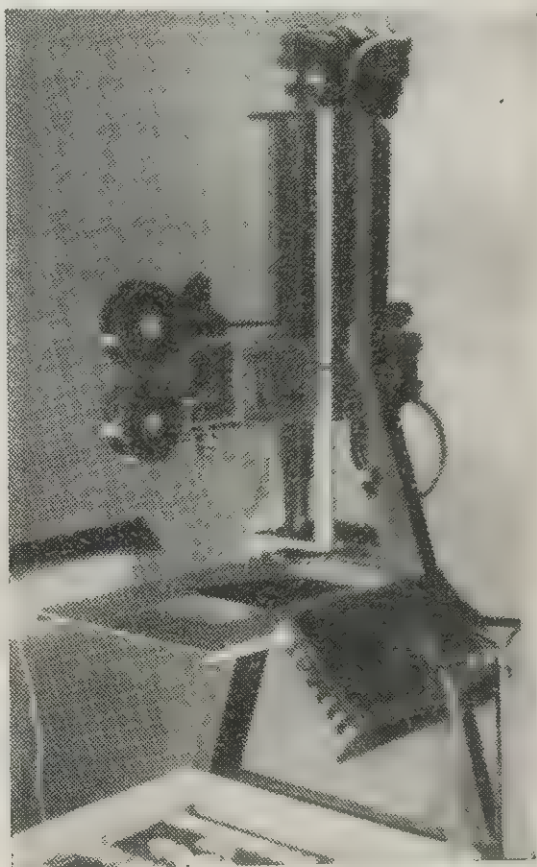

Рис. 123. Станок для съемки надписей
4. Надписи на стеклах, тщательно проверенные художником и оператором, поступают в съемочную комнату, где установлен станок для съемки надписей. Станки могут быть горизонтальными и вертикальными. На рис. 123 представлен вертикальный станок, оборудованный осветительными приборами, которые освещают снимаемую надпись. Осветительные приборы должны питаться стабилизированным напряжением. На станке устанавливается кино-съемочный аппарат, отвечающий требованиям, предъявляемым к аппаратам для комбинированных съемок. Стекла с надписями зажимаются в специальные деревянные рамки и устанавливаются на съемочный стол станка. Оператор надписей устанавливает свет, определяет точные размеры кадра и время экспозиции. После проявки проб и тщательной проверки установки стекла на станке приступают к съемке, которая производится покадровым мотором. Так проводится съемка простой надписи без фона или с фоном, снимаемым одновременно с надписью и подложенным под стекло.